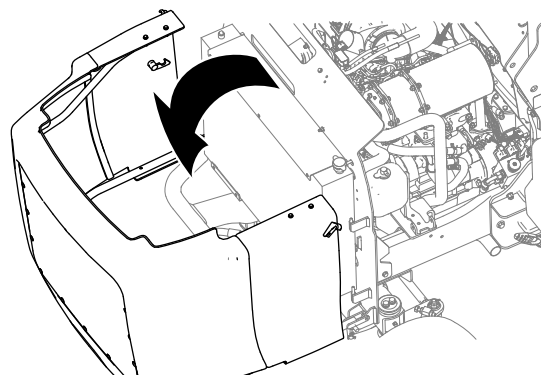

Bild 66
5. Entriegeln und öffnen Sie die Motorhaube (Bild 66).